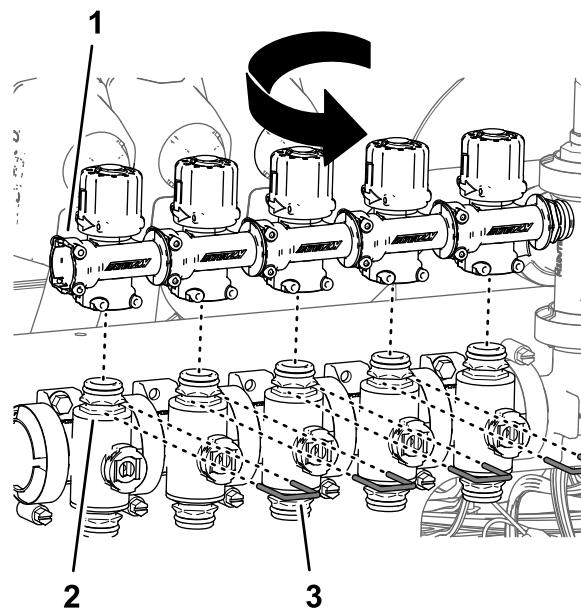

图102
6. 将旁通阀旋转 180°然后将其组装到喷洒段阀的快速断开接头上图102。
7. 使用在步骤 4 中卸下的卡环图102将旁通阀固定到喷洒段阀上。
9. 用随盖子提供的卡环将盖子组装到喷嘴阀 5 和 6 上的旁通阀快速断开接头 图102。